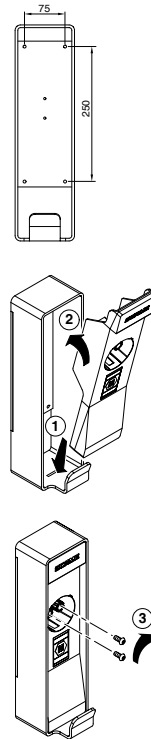

Bild 14: MONTERING AV HÅLLARE
- Ta den främre plastgjutna hållaren, placera dess pilotkil i spåret som syns på botten av metallramen. De tre metallpinnarna som medföljer CCS-2-modellen behöver nu sättas i sina uttag. Däremot behövs inga pinnar för CHAdeMO-hållaren. Vrid försiktigt platsdelen och håll den mot ramen som bild 14 visar.